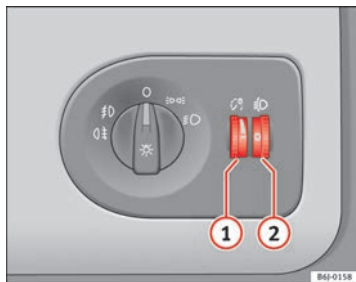

Fig. 58 Plancia porta-strumenti: regolatori dell'intensità di illuminazione degli strumenti e degli interruttori e regolatore assetto fari
Quando le luci sono accese è possibile regolare l'intensità di illuminazione degli strumenti e degli interruttori servendosi della rotella zigrinata ⇒ fig. 58 ①.